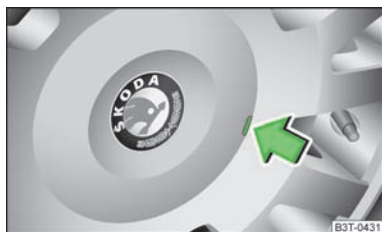

Fig. 126
- Desmontar con cuidado el embellecedor de rueda por medio del estribo de alambre de la herramienta de a bordo » fig. 126.